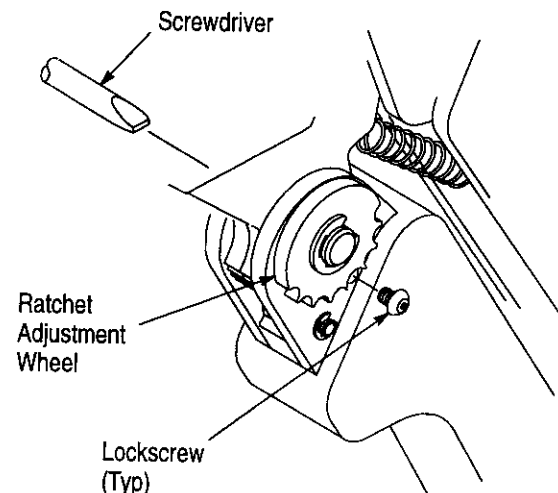

Figure 7
6. CRIMP HEIGHT ADJUSTMENT (Figure 7)